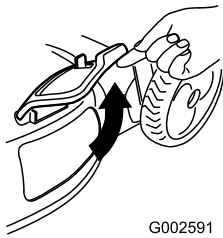

Bild 33
- Öffnen Sie die Seitenauswurfür (Bild 33).